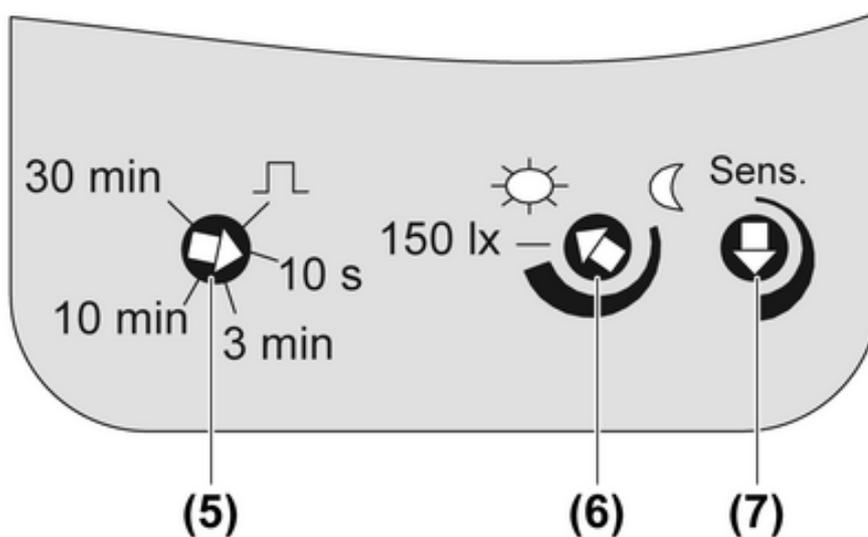

Bild 8: Einsteller auf der Rückseite
- Testeinstellungen vornehmen (Bild 8). Einsteller Nachlaufzeit: 10 s; Einsteller Helligkeit auf Symbol ☀; Einsteller **Sens.** auf max.
- Einsteller (6) in gewünschte Position drehen (Bild 8).
- i** Einstellung für Treppenhäuser nach DIN EN12464-1, 2003-3, Einsteller (6) auf Markierung **150 Lux** drehen.